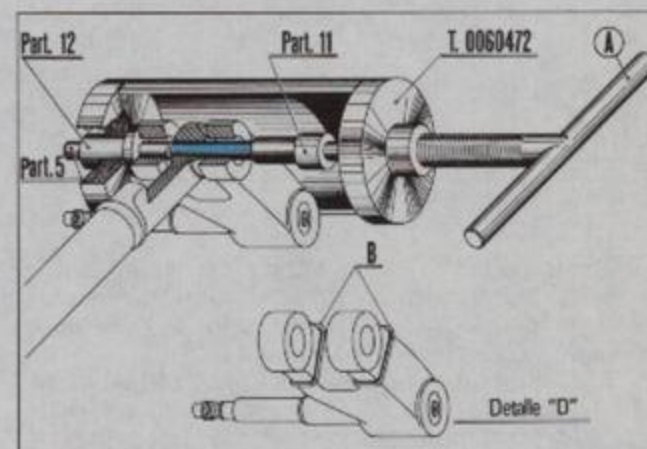
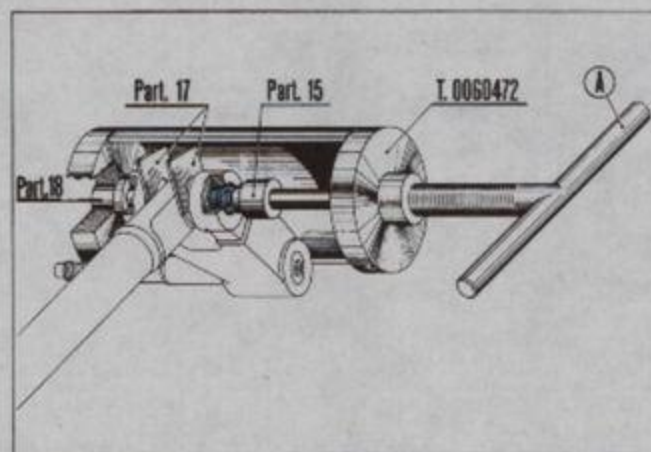

Fig. 63
Fig. 65
## Montaje eje (Fig. 63).
**Nota.**—Antes de efectuar la conexión sobredicha montar los dos anillos guardapolvo «B» sobre el buje oscilante como en el detalle «D» (Fig. 63).
- Quitar del útil T. 0060472 el particular 5 (de guía), parcialmente expulsado en la presente fase de montaje del perno (Fig. 63), dejando siempre instalado el particular 12.
**Posición final cojinetes de agujas «NADELLA» sobre el perno (extremidad eje a tope con el fondo interno de los «NADELLA»)** (Ver Fig. 65).
- Quitar entonces los dos distanciadores (particular 17, fig. 65), y después de haber llenado completamente con grasa (1) el espacio comprendido entre los «NADELLA» - tubo de dirección y buje oscilante, desplazar los anillos guardapolvo «B» (Fig. 63) hasta colocarlos en el antedicho espacio.